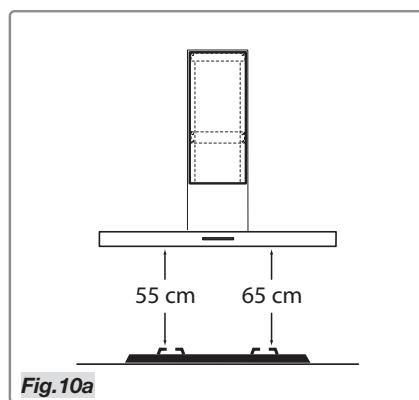

Fig.10a
- Réglez la hauteur en fonction des dimensions voulues (Figure 10a) et fixez l'ensemble au moyen des 8 vis **G** fournies avec la hotte.